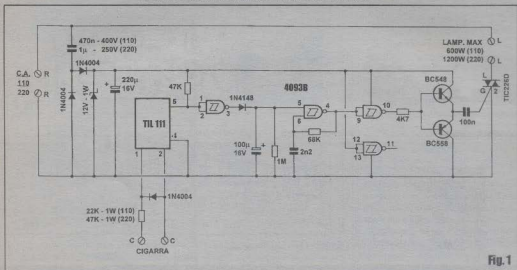

Fig. 1
- FIG. 1 - DIAGRAMA ESQUEMÁTICO DO CIRCUITO - Conforme já foi dito, o circuito é muito simples, a despeito da sua potência final e da relativa complexidade da sua função... No centro lógico do arranjo temos um integ. adif. digital CMOS 4093, cujo primeiro *gate* (o delimitado pelos pinos 1-2-3) atua como *chave eletrônica*, tendo - em *stand by* - suas duas entradas mantidas em estado *alto* via resistor de
extremidade marcada apontando para o capacitor de 220u. Observar também as colocações dos transistores, sua identificação e o posicionamento dos respectivos lados *chatos*... Os três diodos IN4004, o IN4148 e o *zener*, mostram suas orientações através da referência visual dada pela faixa ou anel em cor contrastante, presente em uma das suas extremidades... O TRIAC (TIC226D) deve ficar com sua lâmina metálica voltada para a borda próxima do impresso. Os capacitores eletrolíticos devem ter sua polaridade de terminais respeitada (a *perna* mais longa é sempre a correspondente ao *positivo*...). Atenção à correta identificação dos valores dos componentes *não polarizados* (resistores e capacitores comuns), que devem ser *lidos* com o auxílio dos códigos respectivos, detalhados no TABELÃO APE (que está sempre em *planta*, para ajudar aos novatos e aos *esquecidinhos*...). Não esquecer de condicionar os valores *reais* de RX e CX à tensão efetiva da rede C.A. local, conforme detalhado no esquema (FIG. 1) e na LISTA DE PEÇAS... Conferir tudo ao final, incluindo na verificação a observação do *estado* dos pontos de solda (pela face cobreada...), nos quais não deve haver insuficiência nem excesso - corrigindo eventuais defeitos aí encontrados... Encerrando essa fase, cortam-se as *sobras* das *pernas* dos componentes, pelo lado cobreado da placa...